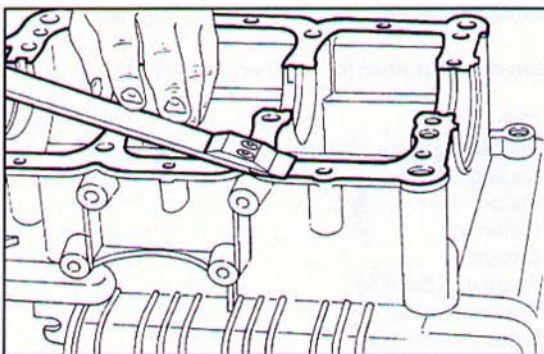

Fig. 94 ▲
- pulire accuratamente, facendo attenzione a non graffiare le superfici, dai residui delle guarnizioni e sgrassare con benzina o clorotene i piani di appoggio del basamento e del sottobasamento, quindi controllarne l'integrità (Fig. 94);
- taking care not to scratch any surfaces, carefully clean the engine block and crankcase support planes of any residues from the gaskets, degrease with benzine or chlorothene, and check their condition (Fig. 94);